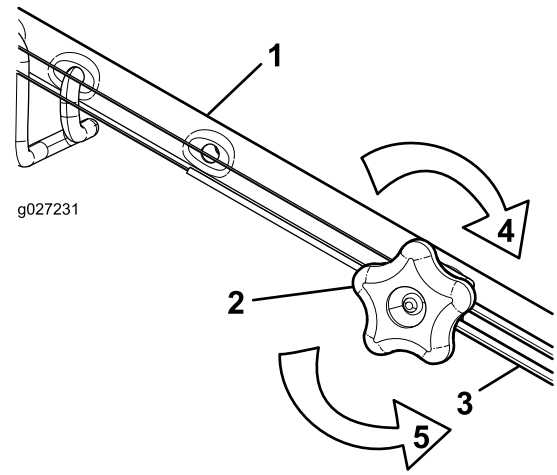

Figura 46
- Ajuste la tensión del cable (Figura 46) tirando del mismo hacia atrás o empujándolo hacia adelante, y sujételo en esa posición.
- Gire el pomo de ajuste en sentido antihorario para aflojar el cable (Figura 46).